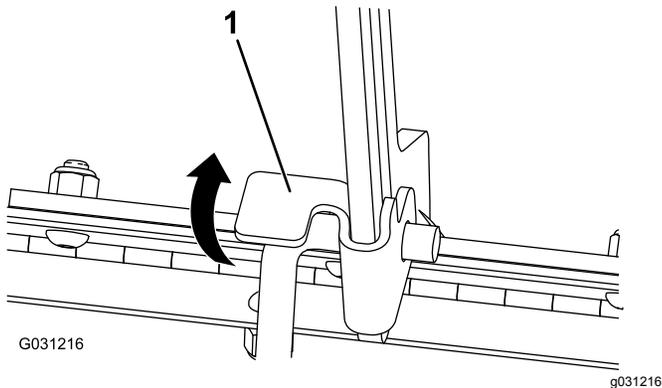

Bild 40
1. Heben Sie die Nase an, mit der die Stützstange befestigt ist (Bild 40)